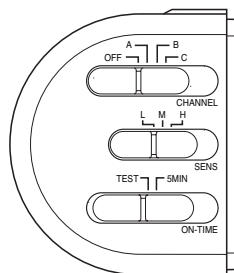

Figure 7
2. Faites glisser le commutateur CHANNEL en position OFF, le commutateur de sensibilité (SENS) en position « L » et le commutateur ON-TIME en position TEST (voir la Figure 7).
1. Faites glisser le commutateur CHANNEL sur la voie souhaitée (A, B ou C) sur tous les luminaires à interconnecter (voir la Figure 7).